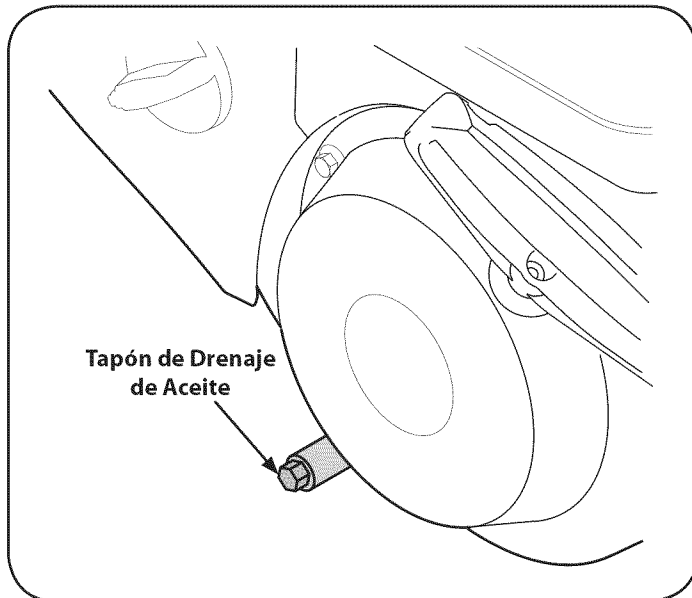

Figura 12
- Retire el tapón de drenaje de aceite. Vea la Figura 12.